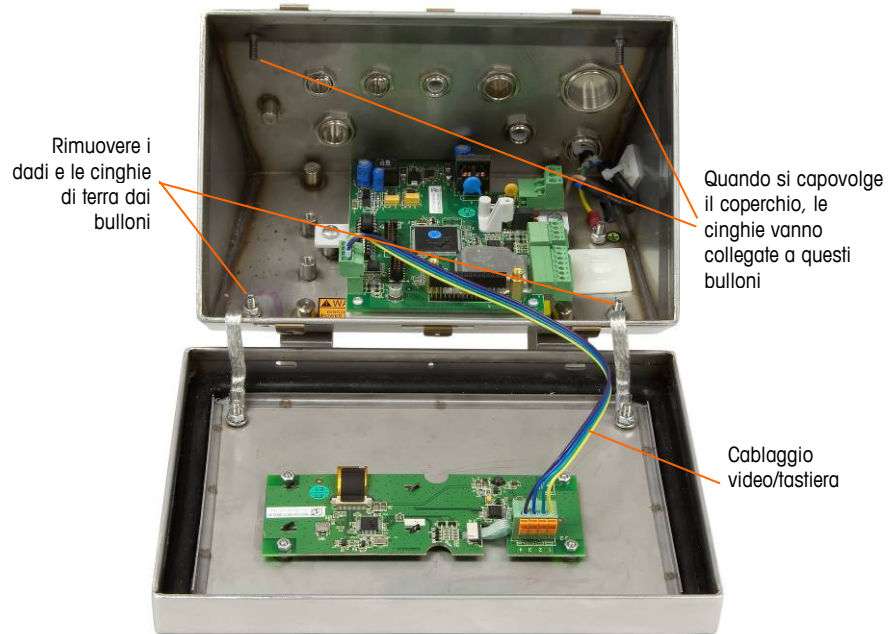

Figura A-20: allentamento delle cinghie di terra
all'armadietto tramite due pressacavi/cavi di terra ed è collegato alla scheda madre tramite il cablaggio video/della tastiera (vedere Figura A-20).
- B. Allentare e rimuovere i due dadi che fissano le due cinghie di messa a terra (che funzionano anche da cardini per il coperchio anteriore) sull'alloggiamento anteriore. Vedere Figura A-20.